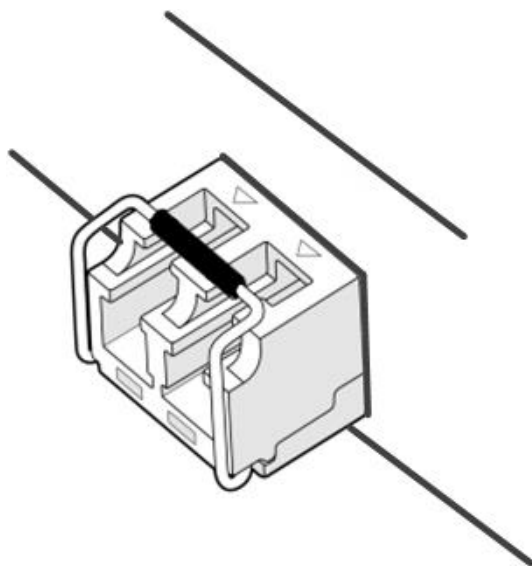

Рисунок 62 – Вид установленного в слот SFP-трансивера
2) надавите на трансивер по направлению внутрь корпуса изделия до появления характерного щелчка фиксации (рисунок 62).